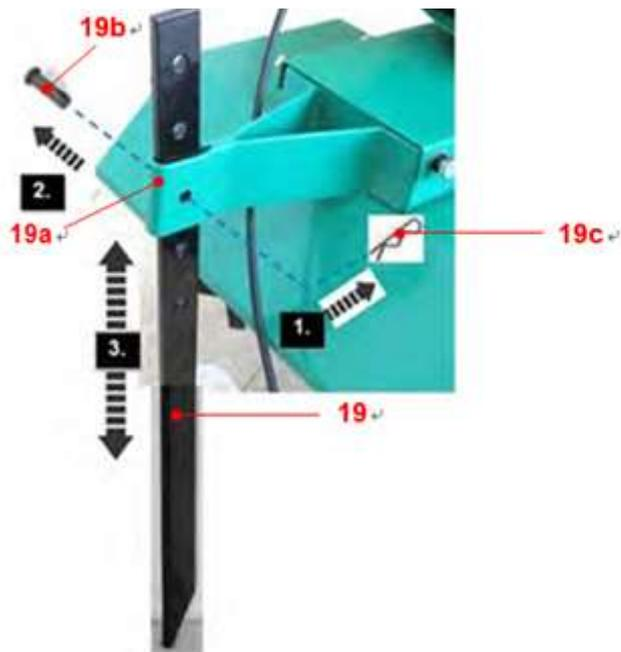

Fig.18
1. Retirez le clip-R (19c) et les boulons (19b) du support (19a) de la béquille (19) (fig.18, étape 1-2).
2. Réglez le dérapage (19) sur la position désirée. (Fig.18, étape 3).